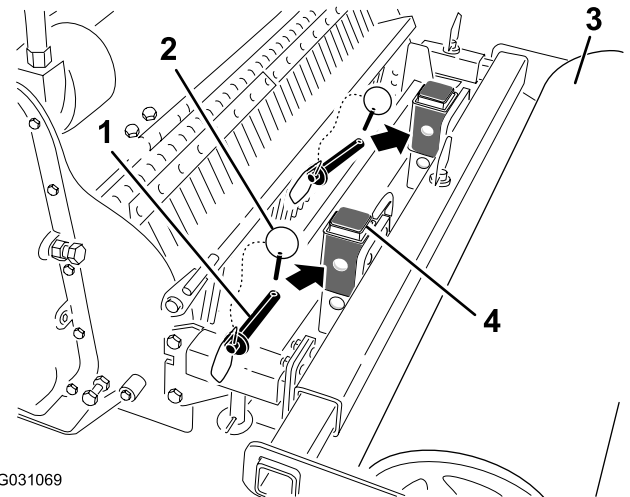

Figura 7
3. Îndepărtați tifturile de asamblare de pe barele de montare ale lamei dispozitivului de nivelare (Figura 7).